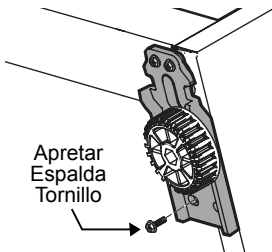

Figura 12
- 16 Ajuste la bisagra hasta que la pata de nivelación se enrosque completamente en la base del armario. Apriete de nuevo el tornillo (ver Figura 12).